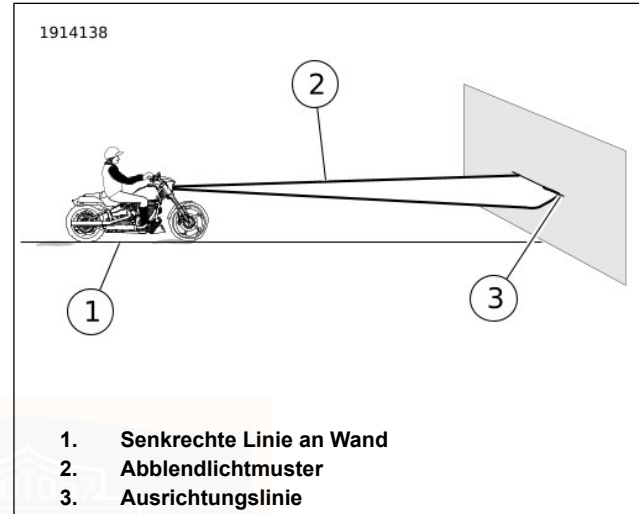

Abbildung 78. Scheinwerferausrichtung
1. Abbildung 78 Das Motorrad im rechten Winkel zur Wand (1) abstellen, sodass der Vorderreifen geradeaus auf die Wand zeigt.
4. Abbildung 78 Eine Ausrichtungslinie (3) im berechneten Abstand direkt vor dem Motorrad an die Wand zeichnen.
6. Sicherstellen, dass die Begrenzungslinie des Abblendlichtmusters (2) an der Ausrichtungslinie (3) ausgerichtet ist.